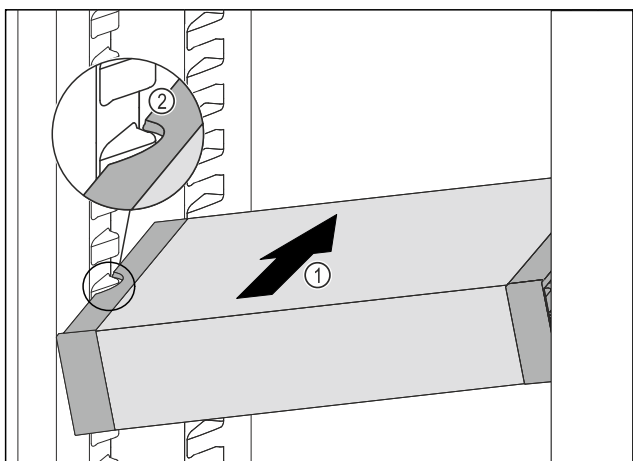

Fig. 114
- ▶ VarioSafe gurajte koso u hladnjak Fig. 114 (1) sve dok se bočni otvori Fig. 114 (2) ladice VarioSafe ne nađu na visini žlijeba spremnika u hladnjaku.